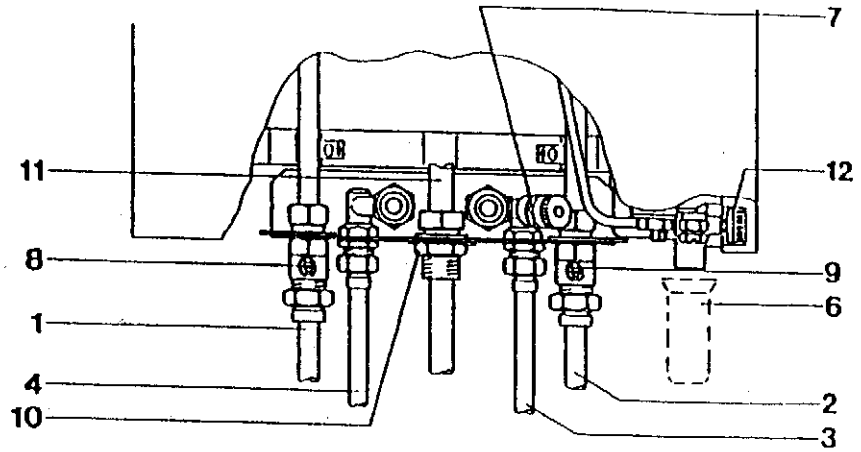

Рис. 4.5: На рисунке изображен VUW
4.5.3 Присоединительные элементы труб (рис. 4.5)
В комплект поставки прибора входит газовый запорный кран, размером R3/4" (10, рис. 4.5). На соединительный элемент прибора (11, рис. 4.5) насадить резьбовые соединения трубы длиной 20 мм и затянуть. Выполнить монтаж линии подачи газа диаметром 3/4" и подсоединить ее к газовому запорному крану (при этом следует иметь в виду, что линия подачи газа рассчитана с запасом, так что при полном расходе газа имеет место давление газа в 20 или же 25 мбар (G 20/G 25).